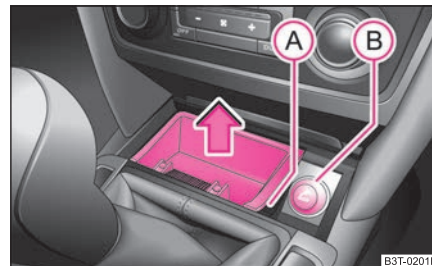
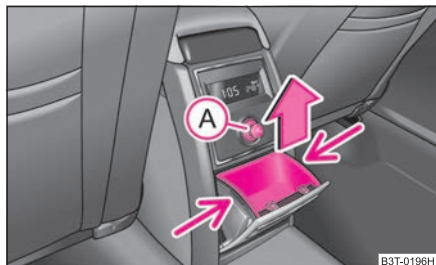

Fig. 88 Consola central: cenicero delantero
**Fig. 89 Consola central:
- Debe asir el suplemento del cenicero por el punto **A** en ⇒ fig. 88 y sacarlo en sentido de la flecha.
- Debe asir el suplemento por los puntos indicados por unas flechas ⇒ fig. 89 y sáquela.
- Presione el encendedor **(A)** ⇒ fig. 89 o **(B)** ⇒ página 87, fig. 88.